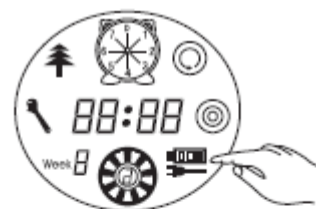

Figure 4
6. Quando la batteria è esaurita, la prima tacca sull'icona della batteria lampeggerà. Durante la carica, la seconda e successivamente la terza tacca cominceranno a lampeggiare. L'icona smetterà di lampeggiare quando la batteria sarà completamente carica (vedi figure 4 e 5).